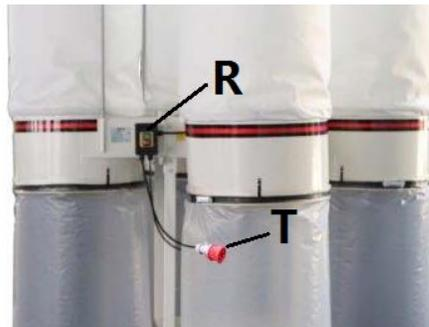

Рис. 11
Запуск и остановка устройства осуществляется переключателем (R). Вилка для станка обозначена (T). Рис. 11.